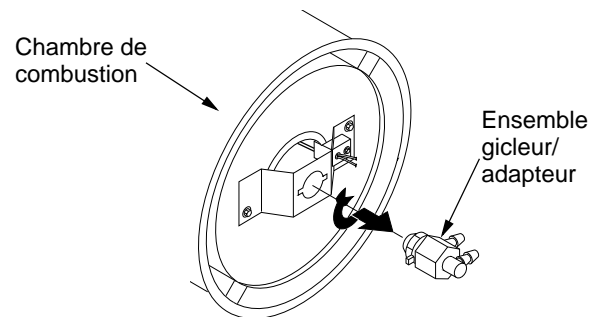

Figure 19 - Dépose de l'ensemble gicleur-adaptateur
4. Tourner le gicleur d'un quart de tour vers la gauche et le tirer vers le moteur pour l'enlever (voir figure 19).